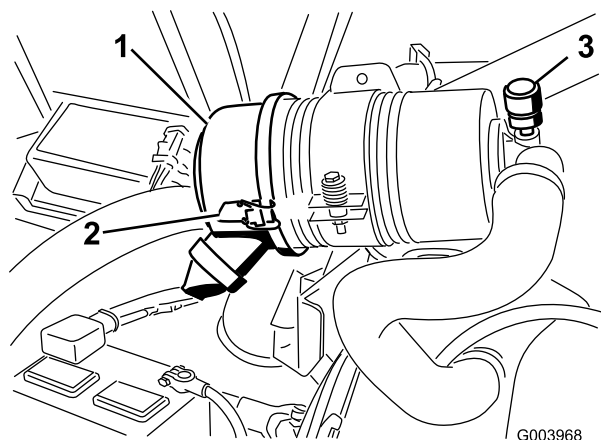

図 60
エア・クリーナの整備はインジケータ（図 60）が赤色になってから行ってください。早めに整備を行っても意味がありません。むしろフィルタを外したときにエンジン内部に異物を入れてしまう危険が大きくなります。
1. エア・クリーナのカバーをボディーに固定しているラッチを外す（図 60）。